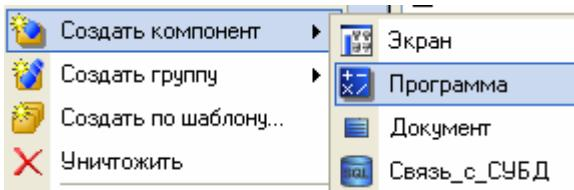

Рис. 5.5
5.4.3.1. Подвійним натисненням ЛК відкрити вузол **RTM_1** (рис.5.5).